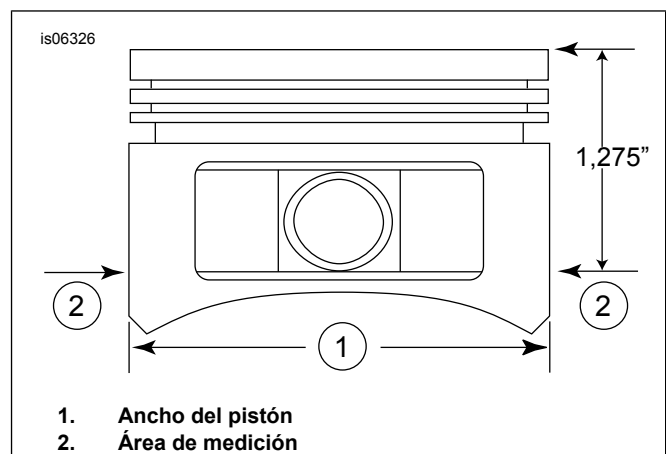

Figura 2. Mediciones del pistón
5. Vea la Figura 2. Mida el ancho del pistón (1), a 90 grados en sentido horizontal desde ambos lados del orificio del pasador del pistón y a 1,275 pulg. (32,385 mm) por debajo de la superficie de la cubierta (superior) del pistón (2). Vea Tabla 11 para saber cuál es el ajuste del pistón al cilindro en esta ubicación.